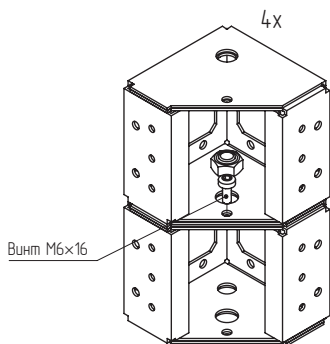

Рисунок 8
4.2.2 Зафиксировать углы цоколя от проворачивания с помощью винта М6×16 (Рисунок 8). Момент затяжки – 7 Н·м.